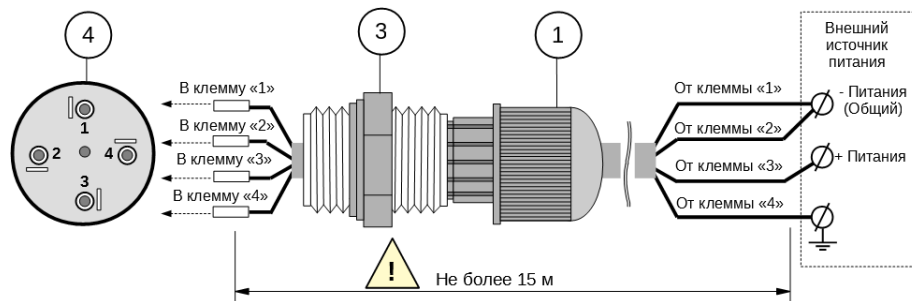

Рисунок 9 – Подключение внешнего кабеля длиной до 15 м (без установки переключки)
2.6.3 Выполнить подключение внешнего кабеля питания к внешнему источнику. Подключение к внешнему источнику электропитания, необходимо выполнять в соответствии с указаниями и схемой подключения, приведенными в разделах 1.3.1 «Конструкция маяка» (см. таблица 4 и рисунок 3) и 2.4 «Указания по подключению» (см. рисунок 9).